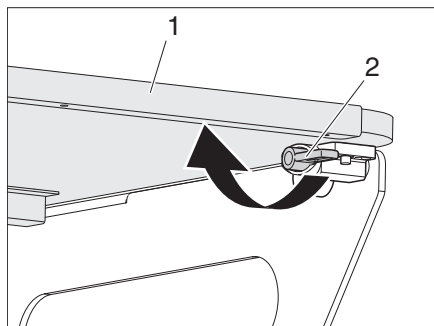

Fig. 24 Chiavistello della prolunga del letto
- Ruotare di 180° il chiavistello (Fig. 24,2) a sinistra e a destra della prolunga del letto (Fig. 24,1).